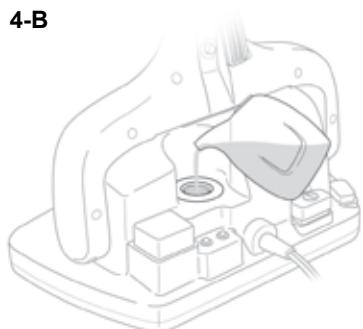

FIGURA 4
2. Retire cuidadosamente la Tapa del Tanque desenroscándola en dirección contraria a las manecillas del reloj (FIGURA 4-A).
3. Llene la Taza de Medidas que se incluye con 8.5 oz. (250 ml.) de agua, y viértala en el Tanque a través de la abertura para llenado (FIGURA 4-B).